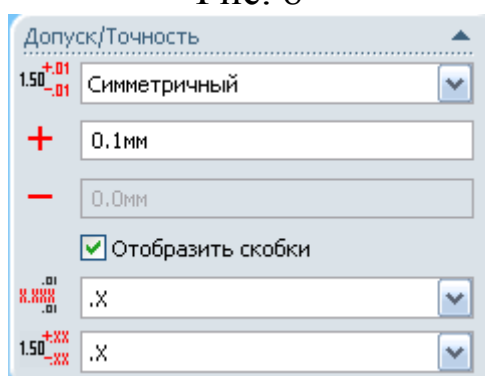

Рис. 9
- в разделе **Допуск/Точность** из выпадающего списка **Тип допуска** выберите **Симметричный** (рис. 9);